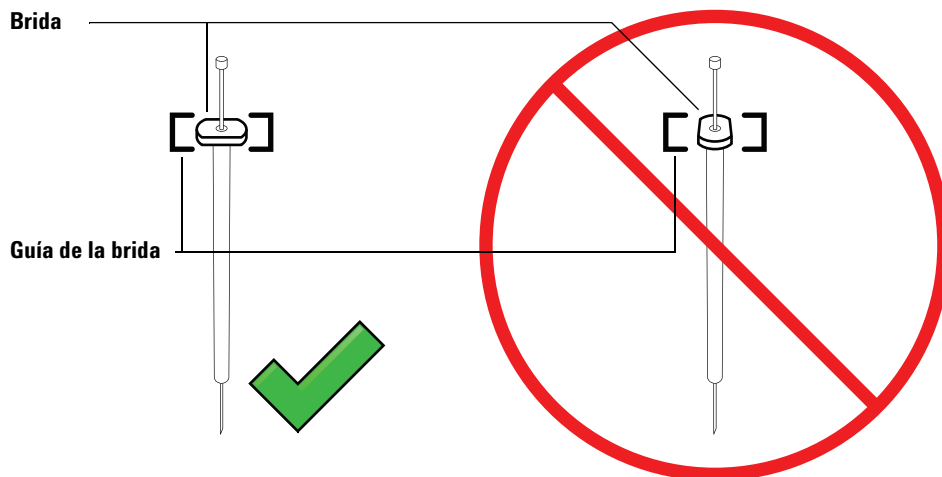

Figura 46 Orientación de la brida de la jeringa
- 7 Alinee la brida de la jeringa con la guía de la brida y presione para colocar la jeringa en su sitio, manteniendo la punta de la aguja en el orificio guía de su pie de soporte. Asegúrese de que el borde plano de la brida de la jeringa esté hacia fuera (Figura 46).